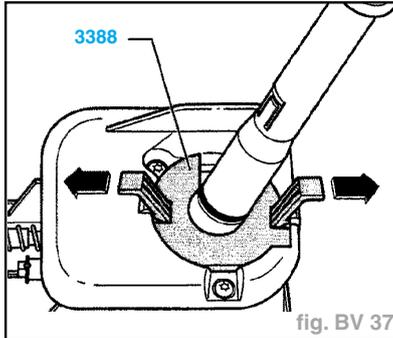

fig. BV 37
- Avant de mettre en place l'embout respectif du câble de commande des vitesses et du câble sélecteur dans le logement, enfoncer jusqu'en butée le calibre du levier de vitesses (fig. BV 37).
- Enfoncer le câble sélecteur (B) sur le levier sélecteur.
- Avant de mettre en place l'embout du câble de commande de vitesses et l'embout du câble sélecteur dans chaque logement, il faut enfoncer le calibre du levier de vitesses jusqu'en butée (fig. BV 37).
- Enfoncer le calibre du levier de vitesses jusqu'en butée (fig. BV 37).